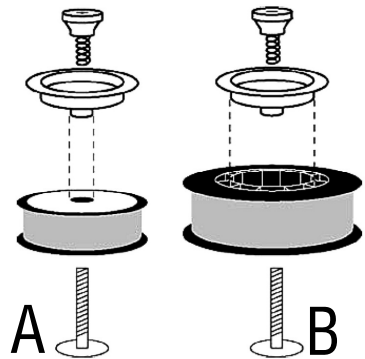

Fig. 5
- a. Bobine de fil de 4 po - Installez les pièces du frein d'entraînement sur le dessus de la bobine comme indiqué à la fig. 5-A.
- b. Bobine de fil de 8 po - Installez l'adaptateur de broche et les pièces du frein d'entraînement comme indiqué à la fig. 5-B.